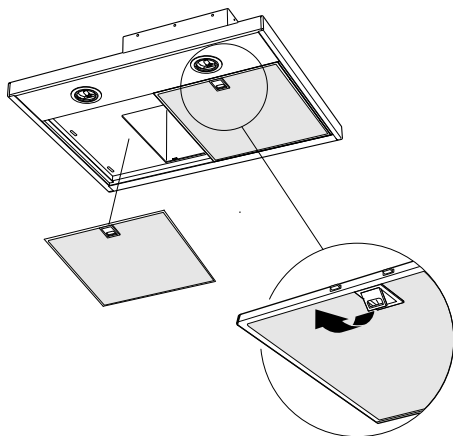

Fig. 13
- Ta bort fettfiltren genom att öppna snäppena, Fig. 13. Hantera filtren försiktigt.